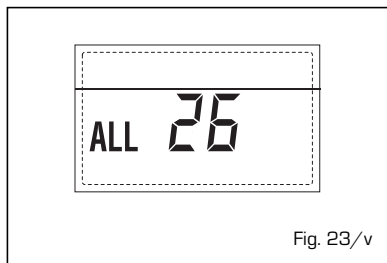

Fig. 23/v
- **ANOMALIA COERENZA APPLICAZIONE SOLARE "ALL 27" (fig. 23/w)**